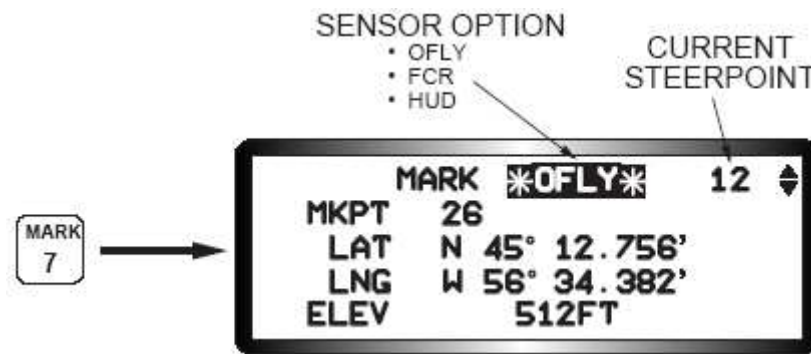

Figure 2-14 Page DED Markpoint
Le pilote fait un marquage OFLY en survolant le point souhaité et en appuyant sur le bouton MARK (7) de l'ICP (Figure 2-14). En supposant qu'aucun point de marquage n'ait été choisi, quand MARK est pressé :